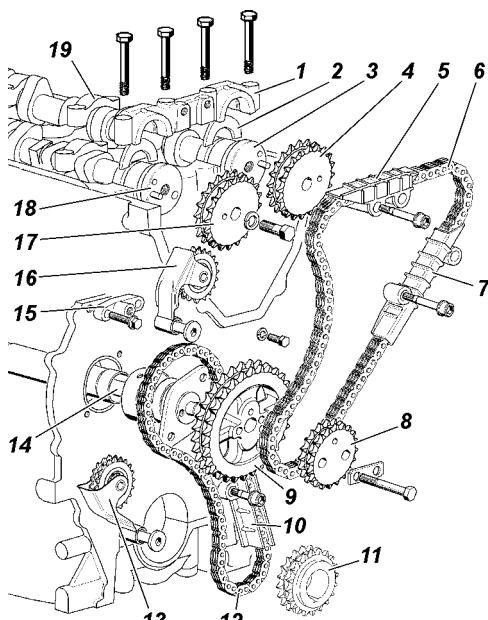

Рис. 4.26. Привод распределительных валов:
- снимите верхний 5 (рис. 4.26) и средний 7 успокоители цепи;
- отверните болт крепления звездочки 17 (см. рис. 4.26) распределительного вала впускных клапанов, удерживая распределительный вал от проворачивания, и снимите звездочку;
- расконтрите болты крепления звездочек 8 и 9 (см. рис. 4.26) промежуточного вала, снимите звездочки, цепи и, при необходимости, рычаги натяжных устройств со звездочками;